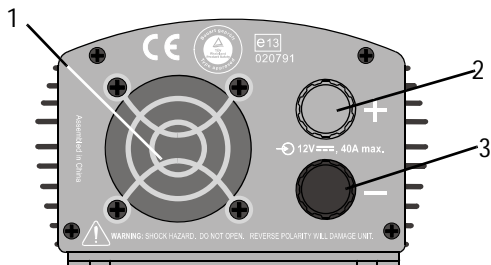
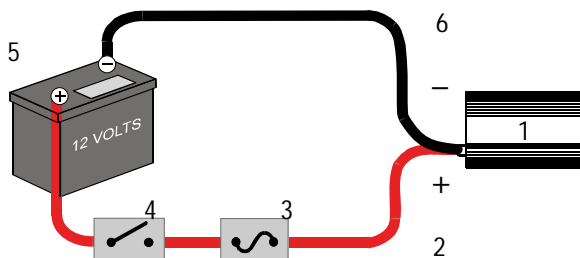

Figura 2 Panel de corriente continua del XPower 300
Figura 3 Conexión del XPower 300 mediante cable a una batería de 12 voltios
Ventilador El ventilador (consulte la Figura 2) se enciende cuando se conecta una carga de corriente alterna de 100 vatios o superior.
El método dependerá del tamaño de las cargas de corriente alterna. Cuando conecte el inversor, consulte la Figura 2 y la Figura 3.
necesario cambiar entre el cable adaptador de pinza de la batería y el cable adaptador del encendedor. La instalación del cableado se muestra en la Figura 3.
3. Instale un fusible automotriz de 40 amperios y un interruptor de 40 amperios en el cable positivo (rojo) cerca del extremo que se conecta a la batería. Consulte la Figura 3. El interruptor permitirá desconectar la
- Si necesita sustituir el fusible en línea (consulte la Figura 3), apague el interruptor en línea y desconecte la corriente continua.